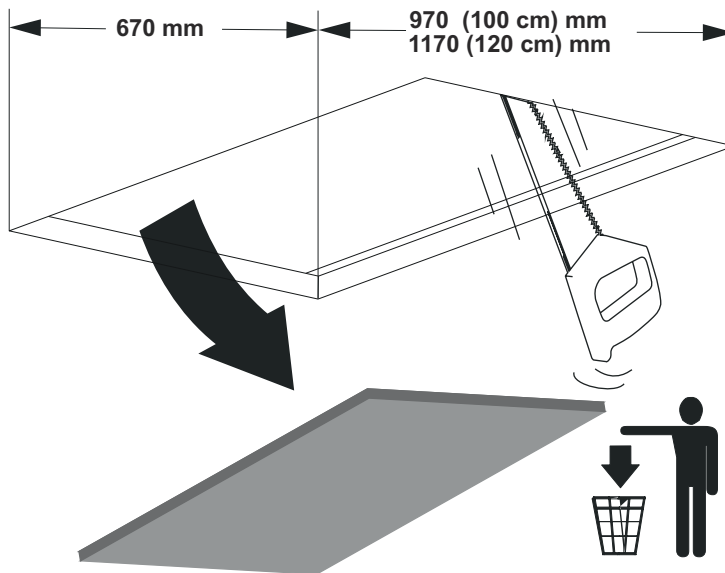

Fig. 6
1. ➤ Taket eller materialet där fläkten ska monteras måste skäras till enligt angivna mått (Fig. 6).